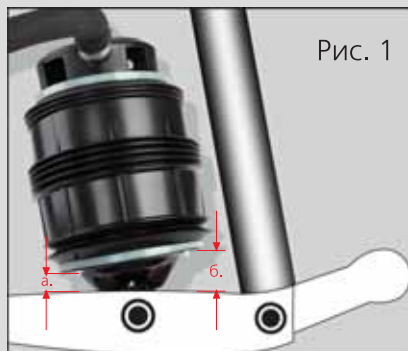

Рис. 1
8. Давление в системе необходимо поднять до 2 бар и снова проверить положение пружин. (Пневмопружина должна стоять строго параллельно амортизатору. Наклон как на рис.1, расстояние от рычага до основания корпуса пружины: а. - внутренний размер 19 мм, б. - наружный размер 36 мм). Автомобиль при этом должен оставаться на подъемнике до тех пор, пока в пневмомодуле не будет установлено рабочее давление.